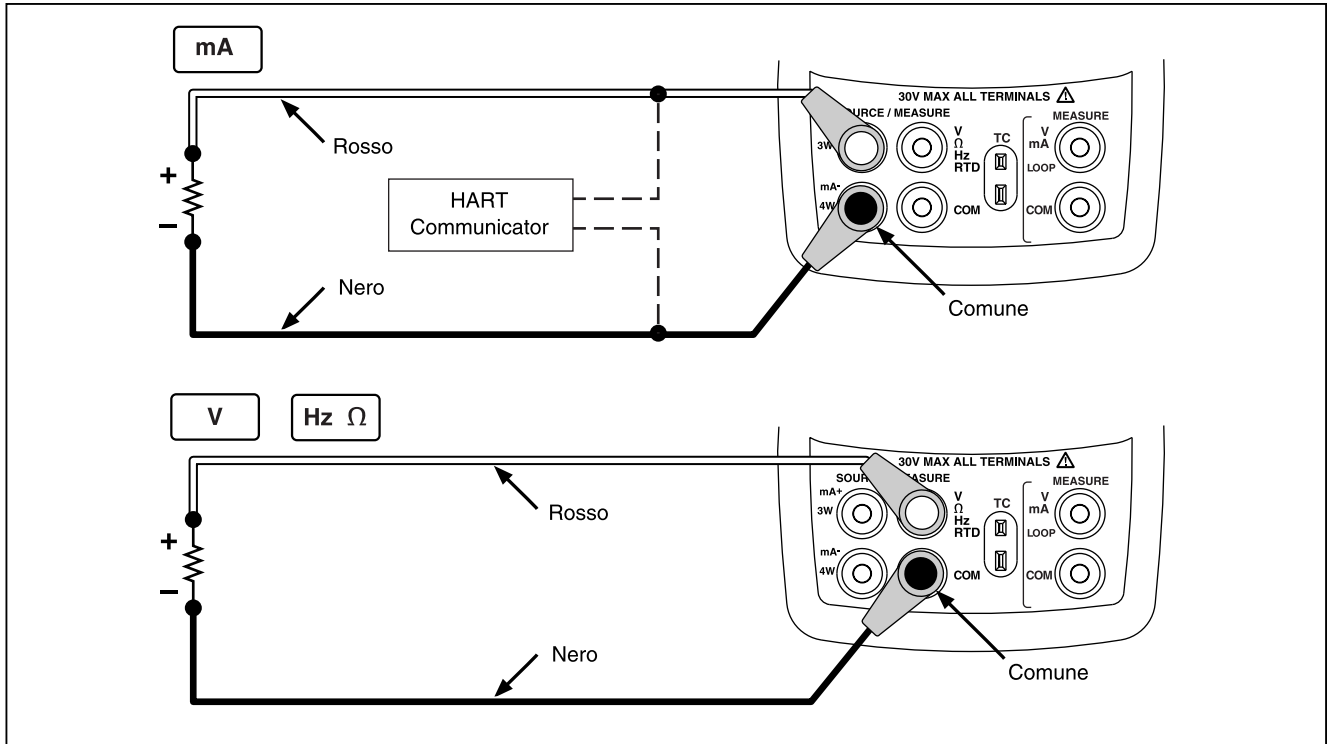

Figura 15. Connessioni per la generazione di grandezze elettriche
1. Collegare i cavetti di prova come indicato nella Figura 15, secondo la grandezza che si vuole generare.